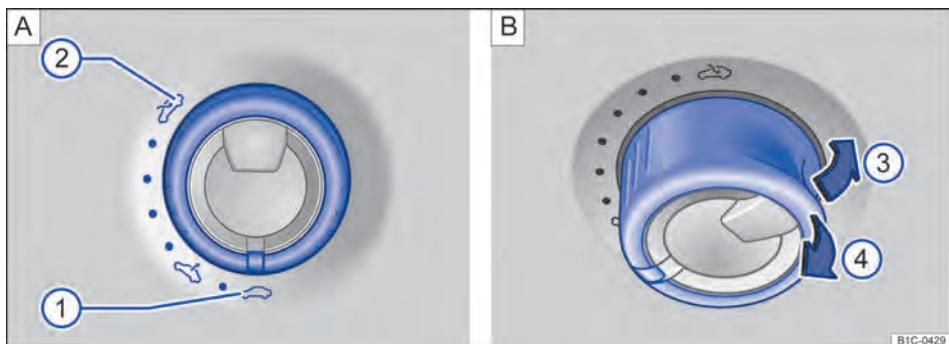
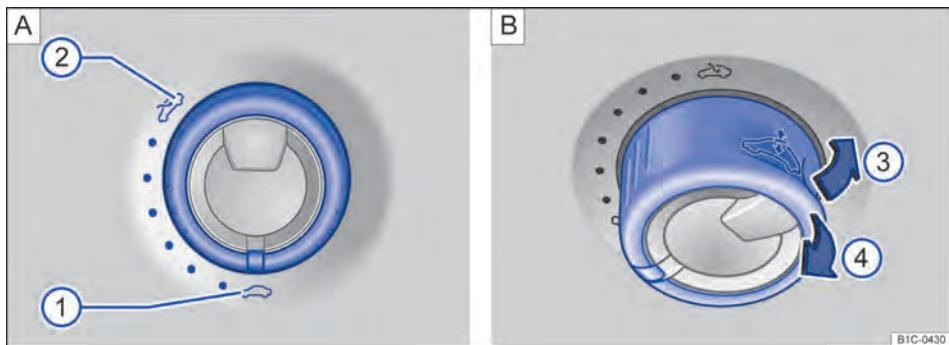

Fig. 37 No revestimento do teto: interruptor para levantamento, abertura ou fechamento do teto solar panorâmico elétrico de vidro (variante 1).
Fig. 38 No revestimento do teto: interruptor para levantamento, abertura ou fechamento do teto solar panorâmico elétrico de vidro (variante 2).
Para levantar o teto solar panorâmico elétrico de vidro, é necessário que o interruptor se encontre na posição de base ⇒ Fig. 37 A ① ou ⇒ Fig. 38 A ①.
⇒ Fig. 37 B ou ⇒ Fig. 38 B
- Segurar o interruptor mais na posição ⇒ Fig. 37 B (seta ④) ou ⇒ Fig. 38 B (seta ④). O teto solar panorâmico elétrico de vidro se abre e se fecha sozinho!